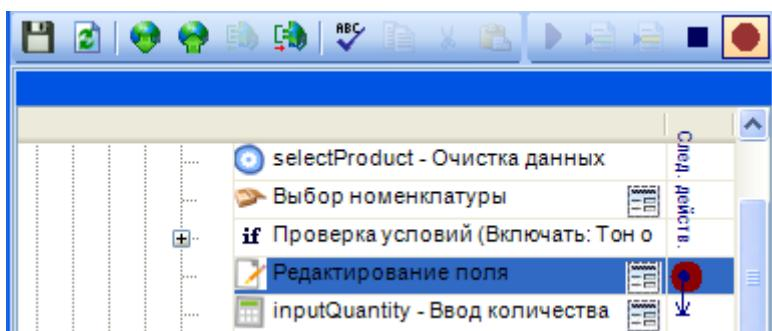

Рис. 8
-  Установить/снять точку останова. Устанавливает/снимает точку останова на выбранном в дереве действии. Выбранное действие подкрашено синим (Рис. 8).